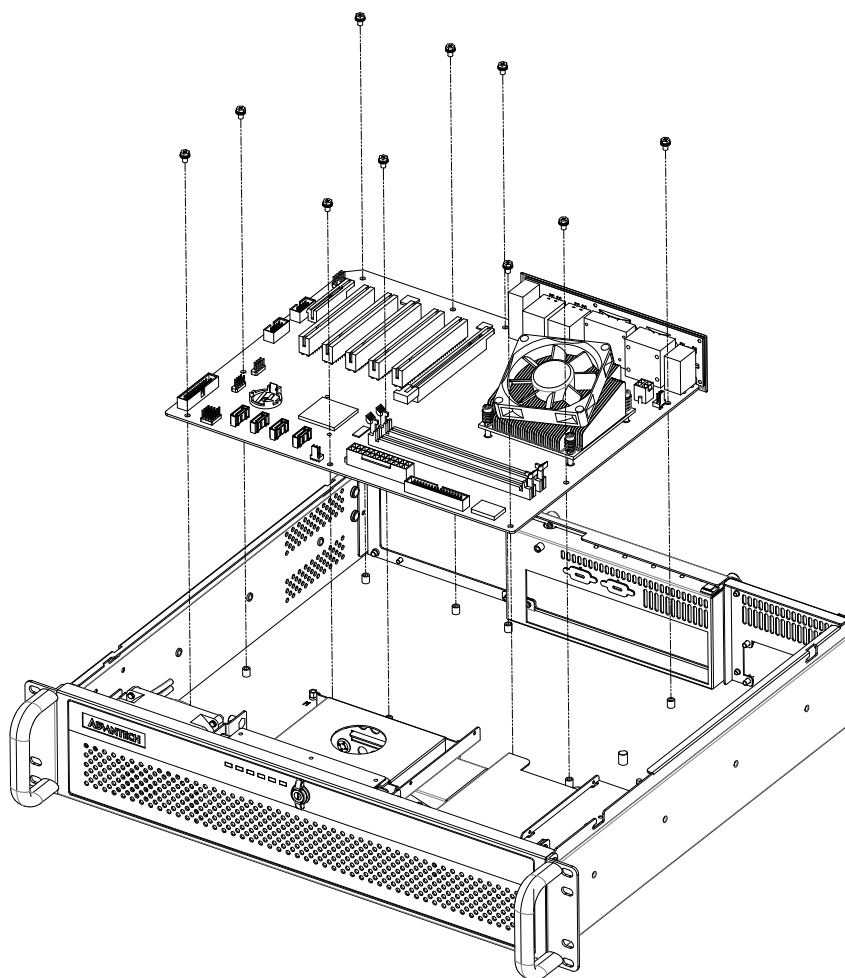

Figure 2.3 Installing the motherboard/ 安装母板 / 安裝主機板
3. Attach the motherboard I/O shielding onto the rear plate first. Then fasten the motherboard onto the chassis. (see Figure 2.3)
3. 将母板的 I/O 挡片放在后面板上，然后把母板固定在机箱上（如图 2.3 所示）。